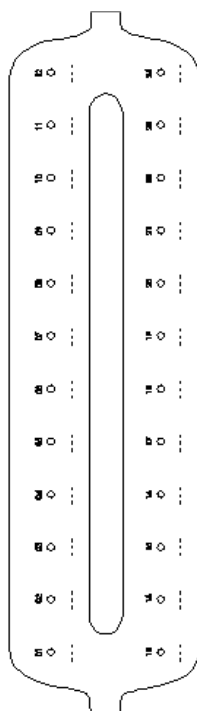

Abbildung 3. Beschriftungsschema für Lyseröhrchen (LT), Elutionsröhrchen (ET) und QIAamp Mini Spin-Säulen zur Verwendung auf dem QIAvac 24 Plus Vakuumsystem.
(1) VacValve, (2) VacConnector (VC) und (3) QIAamp Mini Spin-Säule.
Bei Anwendung des Vakuumverfahrens mit dem QIAvac 24 Plus Vakuumsystem empfehlen wir, die Lyseröhrchen (LT), Elutionsröhrchen (ET) und QIAamp Mini Spin-Säulen gemäß dem Schema in Abbildung 3 zu beschriften, um eine Verwechslung von Proben zu vermeiden. Diese Abbildung kann ausgedruckt und mit den Probenbezeichnungen beschriftet werden. Wir empfehlen die Verwendung einer vergleichbaren Vorlage bei Einsatz anderer Vakuumsysteme oder Anwendung des Spin-Verfahrens.